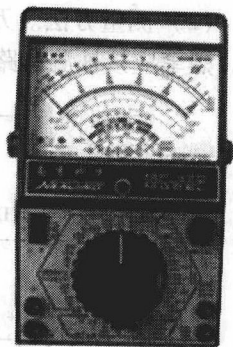

图1-4 万用电表外形图
电工测量仪表是电工技术中不可缺少的一个重要部分。它的主要任务是应用适当的仪器和方法,测量电流、电压、功率、电能以及电路的其他参数,如电阻、电感、电容等。在印刷机的电气操作中,主要用万用电表。如图1-4所示。
(1) 表头。万用电表的表头是灵敏电流计。表头上的表盘印有多种符号,刻度线和数值(图1-4)。符号 $A-V-\Omega$ 表示这只电表是可以测量电流、电压和电阻的多用表。表盘上印有多条刻度线,其中右端标有“ Ω ”的是电阻刻度线,其右端为零,左端为 ∞ ,刻度值分布是不均匀的。符号“-”或“DC”表示直流,“~”或“AC”表示交流,“~”表示交流和直流共用的刻度线。刻度线下的几行数字是与选择开关的不同挡位相对应的刻度值。
(2) 选择开关。万用电表的选择开关是一个多挡位的旋转开关。用来选择测量项目和量程(图1-4)。一般的万用电表测量项目包括:直流电流(mA)、直流电压(V)、交流电压(V)、电阻(Ω)。每个测量项目又划分为几个不同的量程以供选择。
(3) 正确读数。仔细观察表盘,直流电压挡刻度线是第二条刻度线,用10V挡时,可用刻度线下第三行数字直接读出被测电压值。注意读数时,视线应正对指针。
(4) 表笔和表笔插孔。表笔分为红、黑两只。使用时应将红色表笔插入标有“+”的插孔,黑色表笔插入标有“-”的插孔。